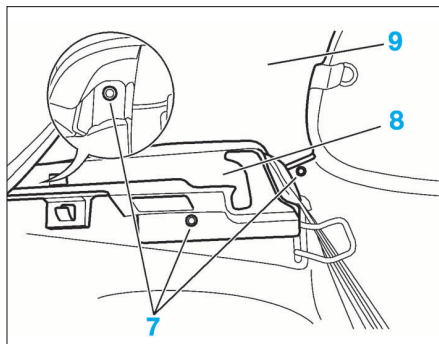

FIG. 64
- Déposer de chaque côté (Fig.64) :
- les 3 fixations (7)
- la garniture inférieure de custode (8)
- la garniture supérieure de custode (9).